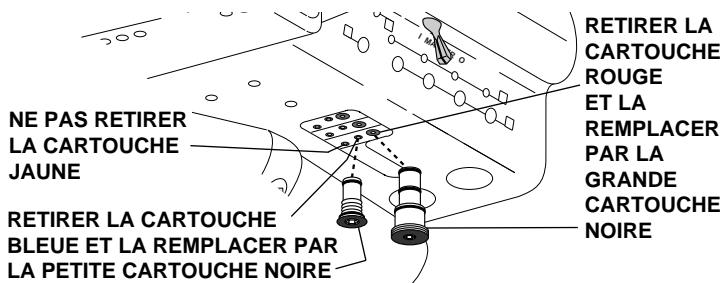

Figure 9. Conversion en bloc sans eau
3. À l'aide d'une clé à six pans de 3/32 pouce, retirer la grosse cartouche rouge du bloc de commande. Installer la grande cartouche noire du kit de conversion de bloc sec dans le bloc de commande (voir figure 9).